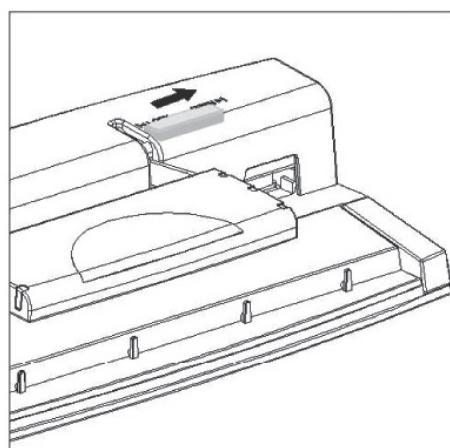

Abb. 2
- Stanzplatte herunterdrücken und die Sicherungstaste nach rechts schieben (siehe Abbildung 2).